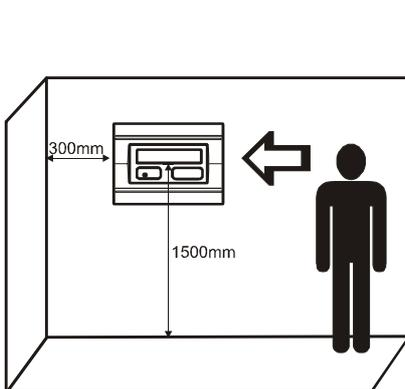

Figura 1.
- Seleccione la mejor ubicación para la Central, alejada de fuentes de calor, polvo ambiental y potenciales entradas de agua, con una temperatura ambiente entre $-5\text{ }^{\circ}\text{C}$ y $+50\text{ }^{\circ}\text{C}$, vea la figura 1.